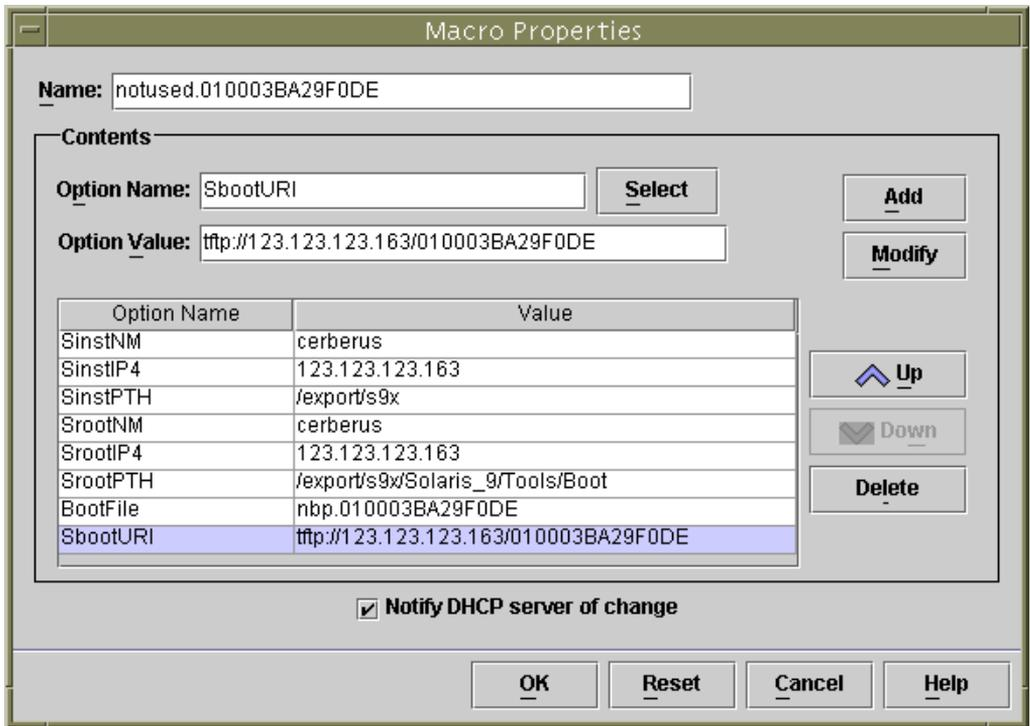

FIGURE 13-1 Changement du nom de la macro de la blade pour l'empêcher de s'initialiser à partir de Solaris x86
- Dans la fenêtre **Macro Properties**, renommez la macro en changeant le contenu du champ du nom (voir la FIGURE 13-1).